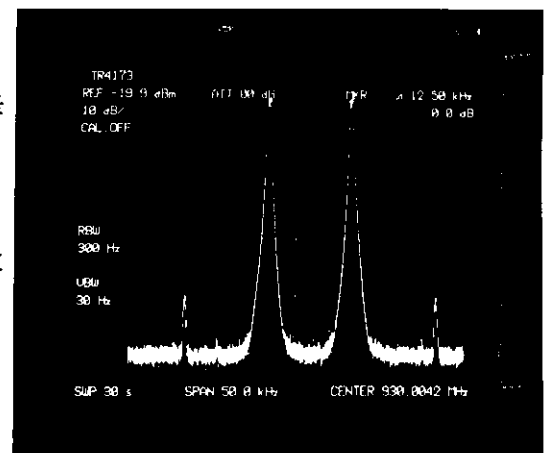

図3-7 Δマーカを使って入力レベルと歪の差を求め
(6) 必要であれば、アベレージングを行います。この場合、初期設定のアベレージング回数128回では分析時間が長くなりますから、8回、16回のように少ない回数で実行します。
(7) [図3-7]のように、入力レベルとの歪の差を、Δマーカを使って読みます。
- ① マーカを信号に合わせてます。
- ② Δキーを押します。
- ③ マーカを動かし、歪のうち、レベルの高い方に合わせます。